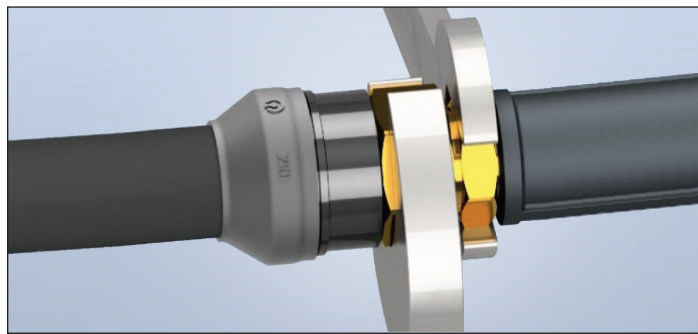

Figure 1-7
7. Vissez l'écrou sur le corps pour engager les filets. À l'aide de clés appropriées, serrez le raccord aux couples indiqués au Tableau 2. Veuillez noter que le raccord du TracPipe System est conçu pour former un joint étanche sur le tube en acier inoxydable lors du serrage (figure 1-7). Une fois le raccord complètement serré, il ne doit rester aucun filetage visible entre l'écrou et le corps du raccord.